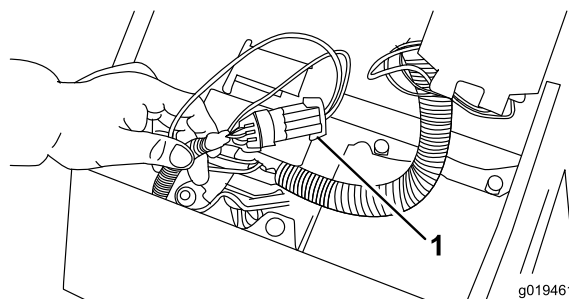

Figura 41
2. Aprite il coperchio della plancia. Accedete al cablaggio preassemblato ed al connettore a circuito chiuso. Staccate con cautela il connettore a circuito chiuso dal connettore del cablaggio preassemblato (Figura 41).